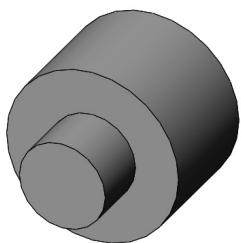

图 3-14 零件实体模型
- [1] 打开初始文件“Z3L1.prt”, 零件实体模型如图 3-14 所示。